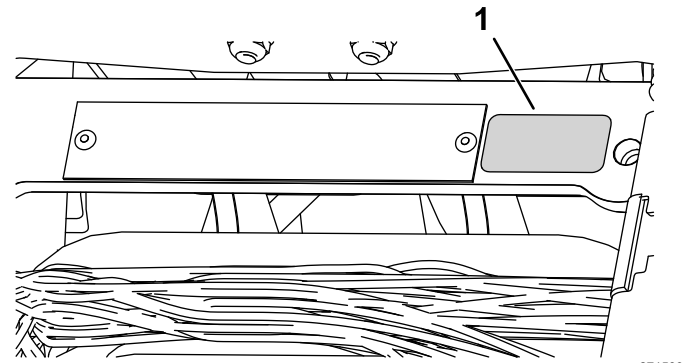

Figura 9
- Coloque o autocolante do ano de fabrico junto da placa do número de série (**Figura 9**).